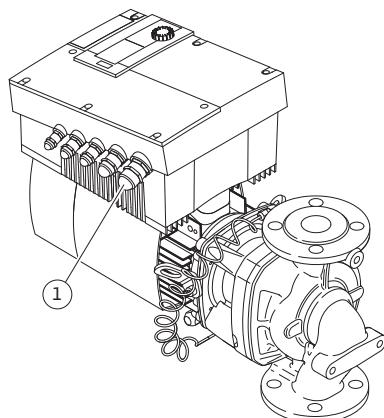

Fig. 27: Кабельне нарізне з'єднання M25
- Провід під'єднання до мережі слід проводити через кабельне нарізне з'єднання M25 (Fig. 27, п. 1).